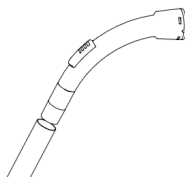

Рис.2
2. Присоедините телескопическую трубку к изогнутому концу гибкого шланга пылесоса. (Рис. 2)